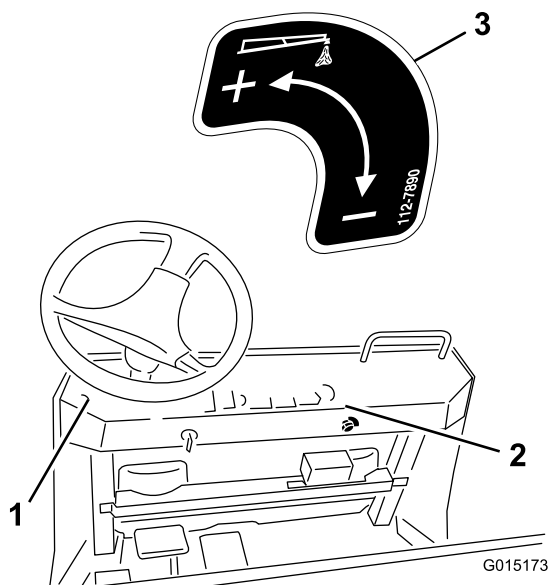

Figura 21
10. Applicate l'adesivo come illustrato in Figura 21.